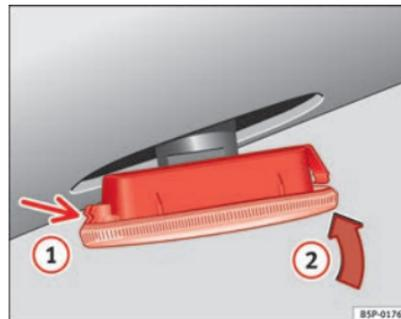

Fig. 169 Intermitentes laterales
- Coloque el intermitente en primer lugar en el orificio de la carrocería, encajando las pestañas ① ⇒ fig. 169, y a continuación encaje la lámpara como indica la flecha ② ⇒ fig. 169.